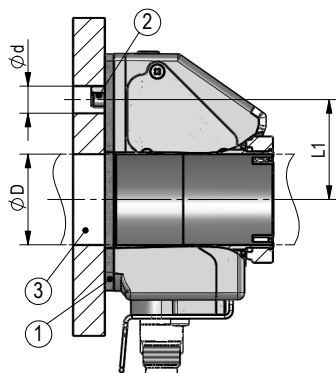
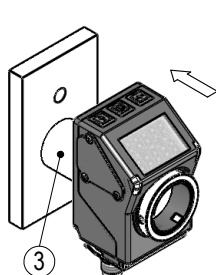
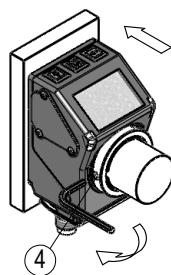

Abb. 1: Einbaumaße
Abb. 2: Montage
Abb. 3: Anzugsmoment
- ▶ Sorgen Sie für einen geringen Wellen- und Winkelversatz zwischen Welle und Aufnahmebohrungen durch geeignete Fertigungsmaßnahmen (siehe Abb. 1 + Tab. 1).
Vorbereitung Montage (Abb. 1, Abb. 2, Abb. 3):
Montage (Abb. 1, Abb. 2, Abb. 3):